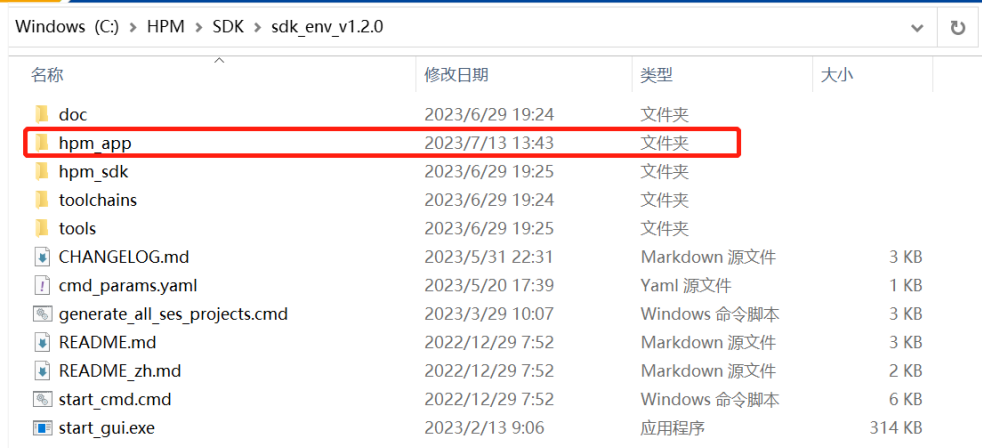

图 13: 把hpm_app文件夹拷贝到sdk_env_v1.2.0目录下
3. 下载hpm_app_vx.x.x.zip压缩包后解压到当前文件夹，打开解压后的文件夹，把hpm_app文件夹整体拷贝到sdk_env_v1.2.0目录下，如图13所示：